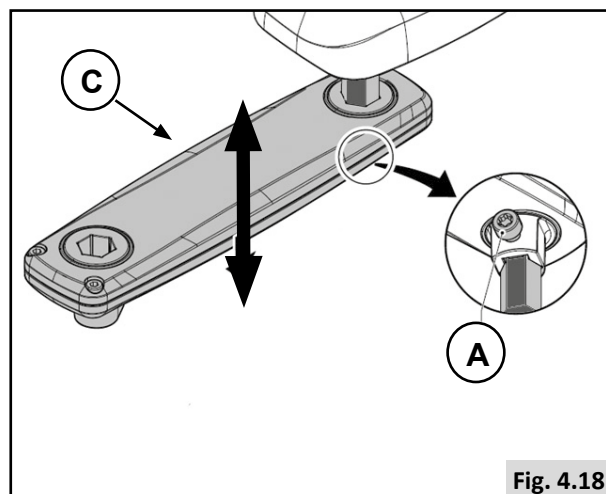
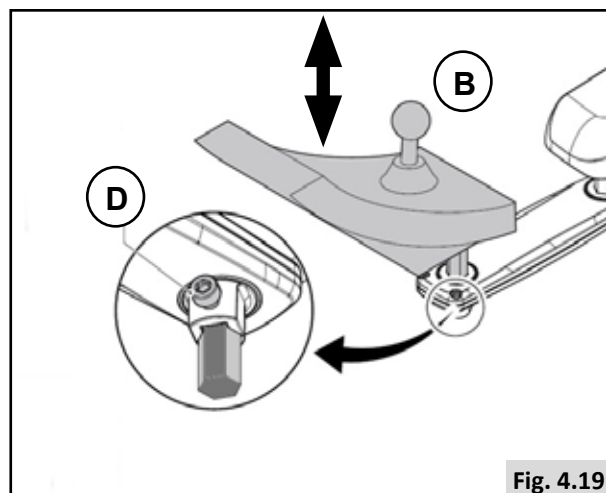

Fig. 4.18
Fig. 4.19
### Réglage de la hauteur du boîtier de commande (1) (Fig. 4.18)
1. Desserrez (A).
2. Glissez (C) à la position désirée.
3. Resserrez (A).
### Réglage de la hauteur du boîtier de commande (2) (Fig. 4.19)
1. Desserrez (D).
2. Glissez (B) à la position désirée.
3. Resserrez (D).